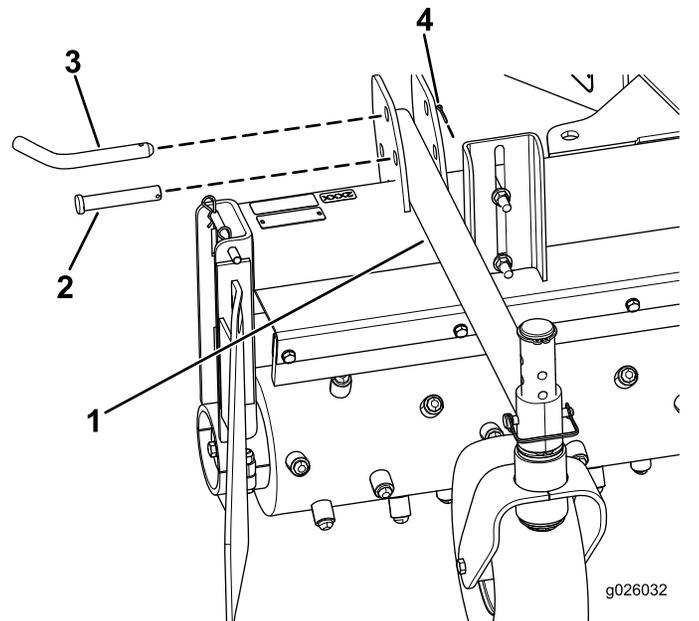

Bild 4
2. Befestigen Sie die Laufradarme mit den Anbauvorrichtungsstiften (5/8" x 3"), den Lastösenbolzen (5/8" x 3,5") und den Splinten (0,094" x 1"), wie in Bild 4 abgebildet.